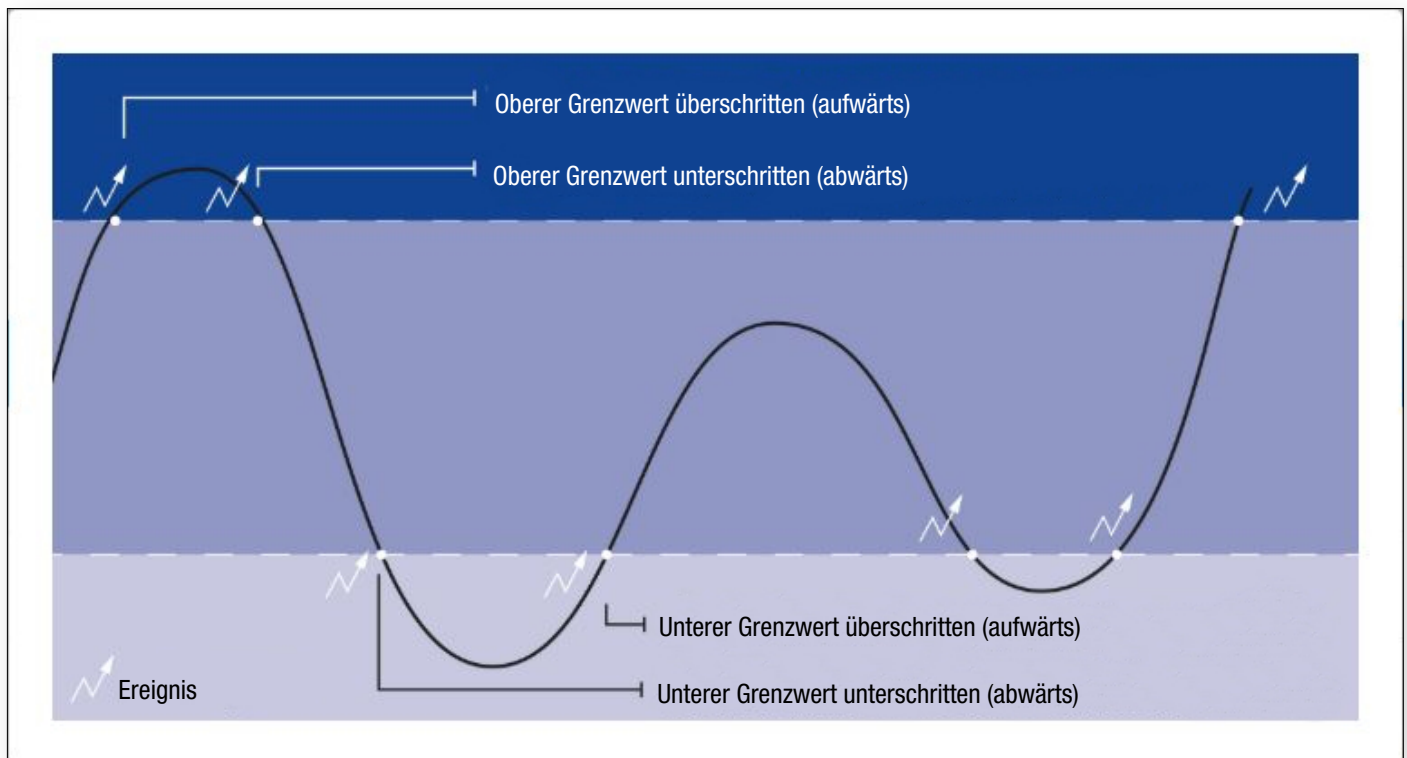

Abbildung 70
- 10 Über das Fragezeichen kann eine grafische Ansicht der Grenzwert-Definition angesehen werden. Zum Schliessen des Fensters wieder auf die Grafik klicken (siehe Abbildung 70).